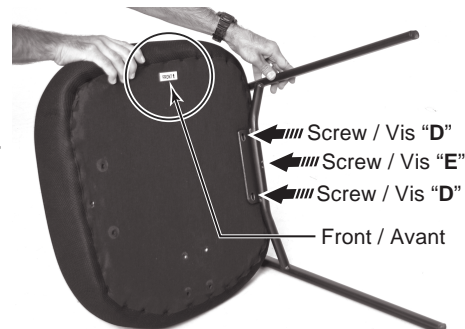

Figure 3
2. With the front of the seat (B) facing up, carefully align the 3 holes on the left side of the seat (B) with the 3 holes on the metal leg (C), as shown in Figure 3. **Ensure that the label indicating the front of the seat is facing up and away from your work surface as shown in Figure 3.**
2. Orienter l'avant de l'assise du siège (B) vers le haut et centrer les 3 trous situés du côté gauche de l'assise (B) avec les 3 trous du pied métallique (C), comme illustré à la figure 3. **S'assurer que l'autocollant identifié FRONT sur l'assise du siège soit tourné vers le haut et à l'opposé de la surface de travail comme illustré à la figure 3.**